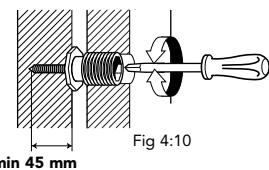

Fig 4:10
- Upprepa steg 9. Kontrollera med vattenpass så att fönstret är rakt i alla sidor och inte lutar in- eller utåt. Kontrollera att karmsidorna inte böjs inåt på mitten, se fig. 4:8.